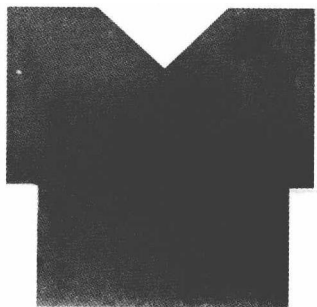

图 1-1 V 形块
1) 制作立体模型的目的在于通过制作过程建立对组合体的空间想象能力，为之后学习视图作准备。观察如图 1-1 所示的 V 形块模型。